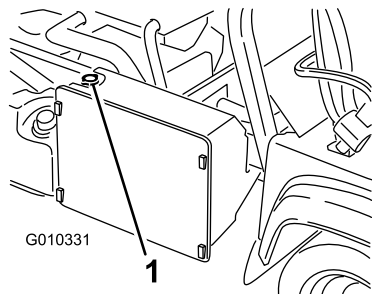

Figura 77
3. Retire o tampão do radiador (Figura 77).
7. Tape o radiador e instale o tampão (Figura 77).
4. Retire a tampa do depósito de reserva de líquido de arrefecimento (Figura 77).